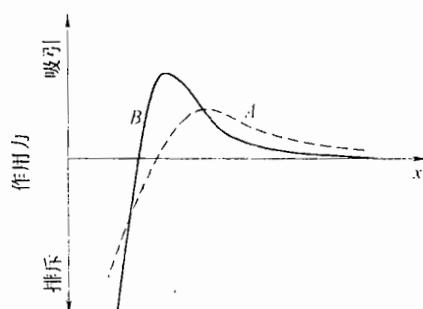

图 42-7 第二题第 1 小题第 (3) 题解答图
(1) B_c 。
(2) A_c 。
(3) 见图 42-7。